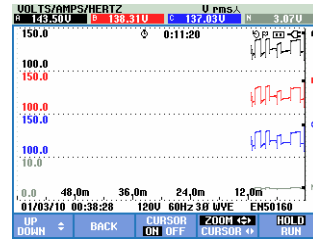

Figura 23-6. Pantalla de tendencia con el cursor y el zoom activados
- Pulse F4 para asignar las teclas de flecha al funcionamiento del zoom. Las teclas de flecha izquierda/derecha se pueden utilizar ahora para ampliar y reducir las tendencias en horizontal como se muestra en la figura 23.6. Las teclas de flecha arriba/abajo realizan esta operación en dirección vertical. Si el cursor está activado, el zoom horizontal funcionará simétricamente alrededor del cursor; cuando está desactivado, el zoom horizontal funcionará desde el lado derecho de la pantalla.